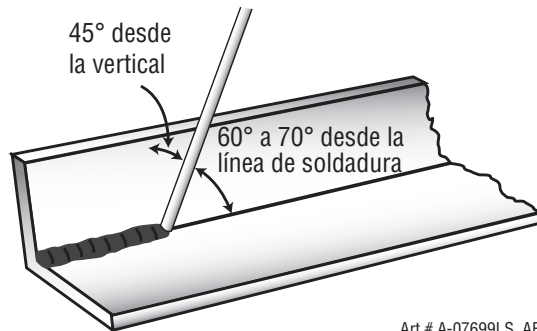
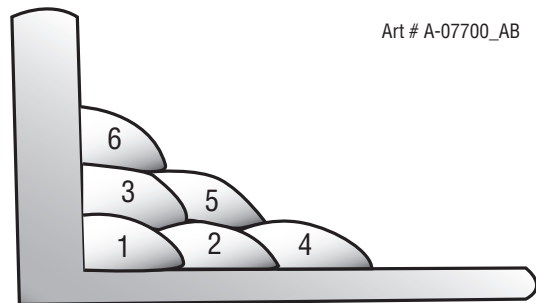

Figura 4-23: Posición del electrodo de la soldadura de perfil en ángulo HV
Figura 4-24: Varios recorridos en la soldadura de perfil en ángulo HV
Una pieza de hierro en ángulo es una muestra adecuada con la cual comenzar, o dos láminas largas de acero pueden unirse juntas en ángulo recto. Con el uso de un electrodo E7014 de 1/8 pulg. (3,2 mm) a 100 amp, se posiciona un tramo de hierro en ángulo con una extensión horizontal y la otra vertical. Esto es conocido como un perfil horizontal-vertical (HV). Encienda el arco y de inmediato lleve el electrodo a una posición vertical a la línea de perfil y cerca de 45° de la vertical. Algunos electrodos requieren tener una pendiente de alrededor de 20° de la posición perpendicular para evitar que vaya apareciendo escoria delante de la soldadura. Consulte la figura 4-23. No intente formar un ancho de más de 1/4 pulg. (6,4 mm) con un electrodo de 1/8 pulg. (3,2 mm), de otra manera el metal de soldadura tiende a combar la base, y se forma una socavación en la extensión vertical. Pueden hacerse varios recorridos como se presenta en la figura 4-24. En las soldaduras de perfil en ángulo HV no es deseable el zigzag.